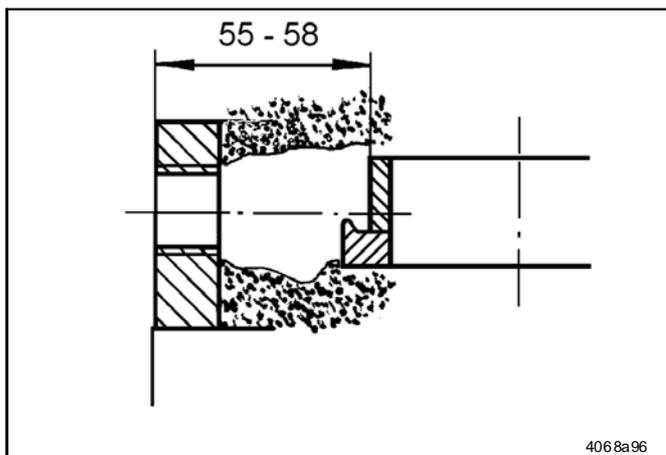

Abb. 5 Freigraben von Fett
- ➔ Ist die Pumpe mit Fett gefüllt, mit einem geeigneten Gegenstand, wie z. B. einem sauberen Schraubenzieher, im Fett ein Loch bis zum Exzentering freigraben (Abb. 5).